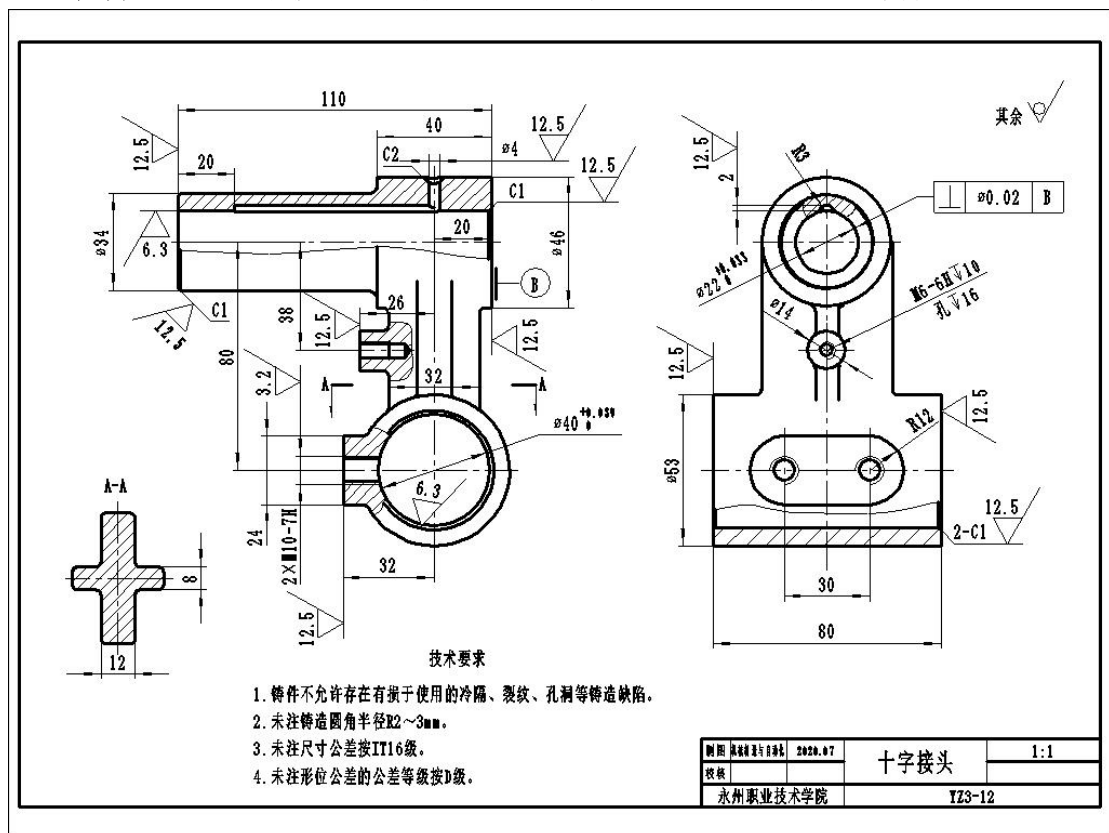

图 3-12 十字接头零件图
**任务 1:** 识读十字接头零件图 (如图 3-12 所示), 根据零件图要求, 利用三维设计软件正确绘制草图, 选择合适的特征建模方法完成零件三维造型;